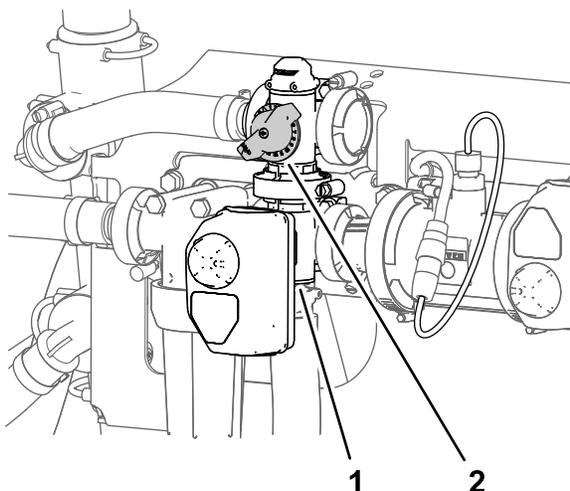

Figura 40
- Ajuste la válvula de desvío de agitación (Figura 40), situada en la parte trasera de la válvula de agitación, hasta que la presión del sistema de fumigación indicada en el manómetro sea de 6.89 bar (100 psi).